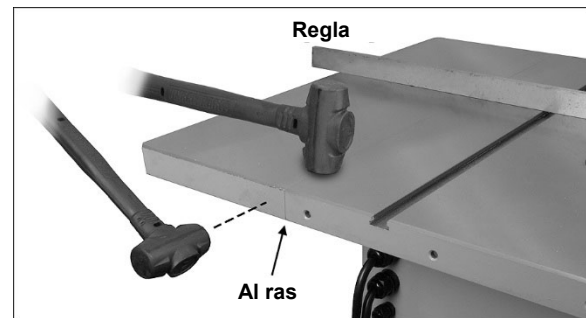

Figura 6-4: nivelación de las alas de extensión, método 1
2. Sujete un ala de extensión (B) a la mesa de la sierra. (Las alas de extensión son idénticas). Use tres tornillos, arandelas de traba y arandelas planas (HP-1/2/3). Apriete ligeramente los tornillos con una llave o un cubo de 17 mm. *No apriete por completo todavía.*
4. El borde delantero de las alas de extensión debe estar al ras con el borde delantero de la mesa de la sierra. Si es necesario, golpee ligeramente el borde delantero del ala con una maza de goma para poner al ras. Vea la Figura 6-4.
#### Método 1 (Figura 6-4):
3. Ponga la regla a través de la mesa de sierra y del ala de extensión, extendiéndola pasado el borde del ala según se muestra en la Figura 6-4.